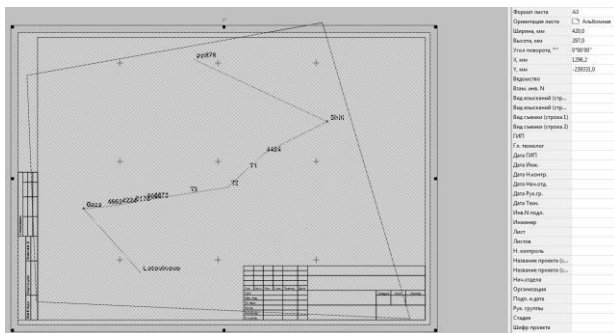

Рис. 36 Установка формата чертежа
6. Выделив в графическом окне шаблон чертежа, в окне **Свойства** установите необходимый формат листа и его ориентацию. Введите фамилии специалистов, должности которых присутствуют в штампе. Окончательный результат может быть таким как на рис. 36.